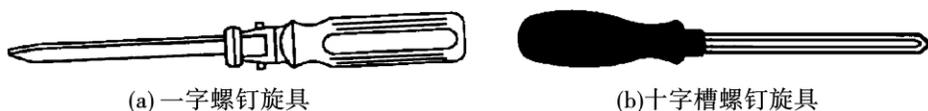

图 1-9 螺钉旋具
(1) 一字螺钉旋具。一字螺钉旋具又称一字起子、平口改锥,用于旋紧或松开头部开一字槽的螺钉,如图 1-9(a) 所示。一般工作部分用碳素工具钢制成,并经淬火处理。其规格以刀体部分的长度表示,常用的规格有 100 mm、150 mm、200 mm 和 300 mm 等几种。使用时,应根据螺钉沟槽的宽度选用相应的规格。
(2) 十字槽螺钉旋具。十字槽螺钉旋具又称十字形起子,用于旋紧或松开头部带十字沟槽的螺钉,材料和规格与一字螺钉旋具相同,如图 1-9(b) 所示。